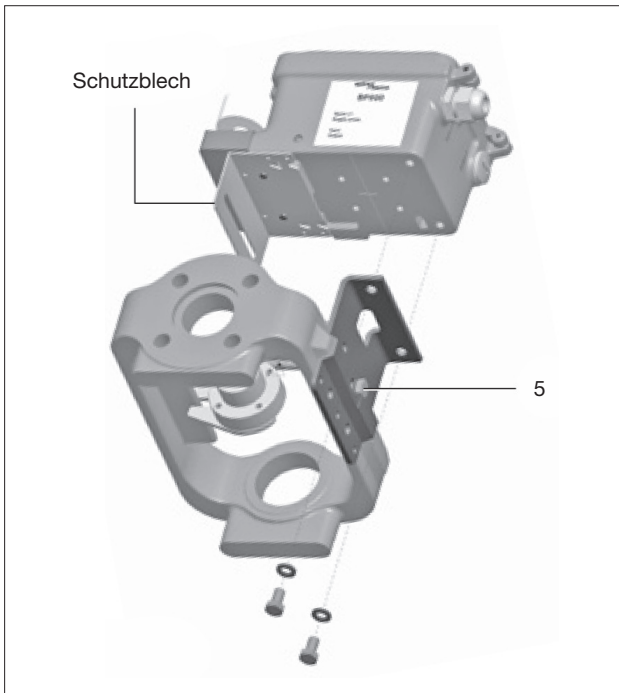
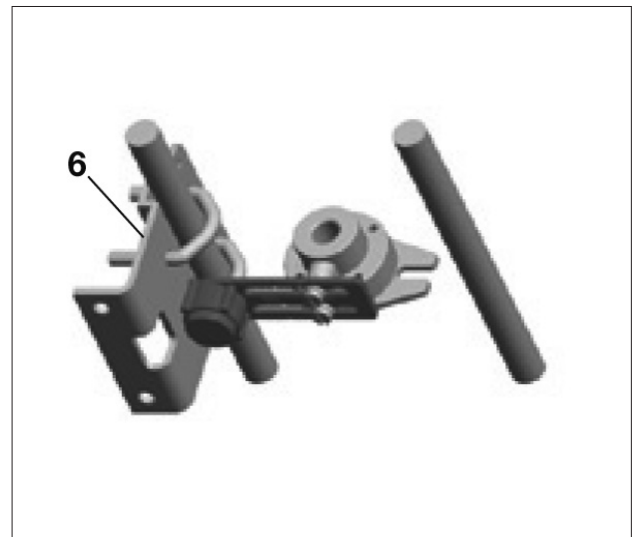

Bild 33
Bild 36
8. Nachdem der Stellsregler korrekt positioniert wurde, sind die Schrauben (5), siehe Bild 33 bzw. Muttern (6), siehe Bild 36, festzuziehen. Das Anzugmoment sollte zwischen 10 und 12Nm betragen.